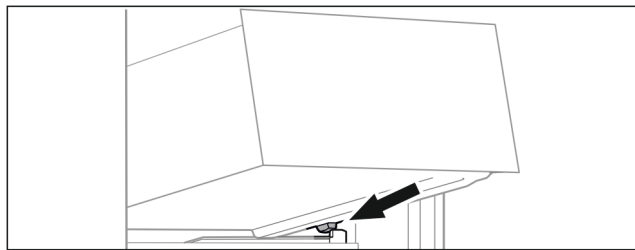

Fig. 96
- ▶ Nasadte zásuvku šikmo za zářežky na žebrování na nádoby. (viz Fig. 96)